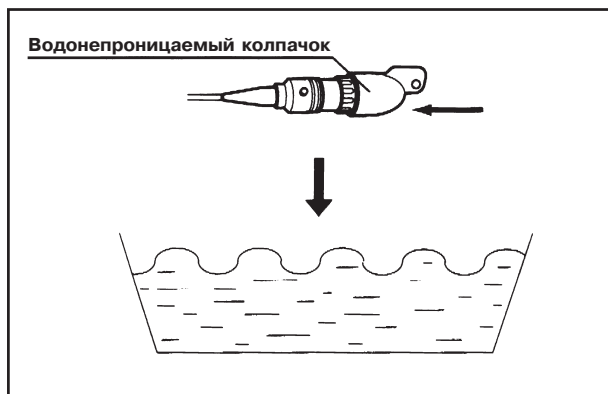

Рис. 5.1
4. Присоедините водонепроницаемый колпачок к трубке коннектора ультразвукового зонда (см. рис. 5.1).